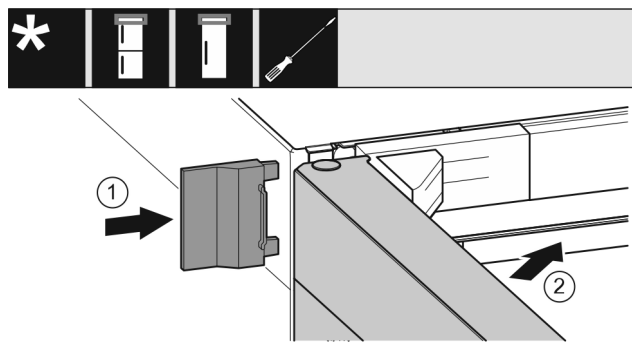

Fig. 66
- ▶ Montați capacul exterior Fig. 66 (1).
- ▶ Închideți ușa superioară Fig. 66 (2).